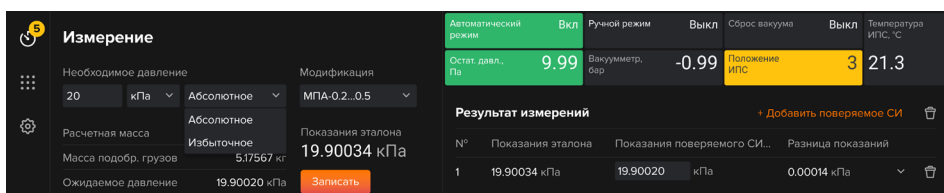

Рис. 8 — Окно выбора вида измеряемого давления
**Внимание.** Если срез штуцера поверяемого (калибруемого) прибора находится на высоте, отличной от среза поршня ИПС, то необходимо ввести поправку. Дополнительная подсказка по этому вопросу реализована в самой программе под знаком «?» (см. Рис. 8 №4)
9.1 По навигационному меню переходим в раздел «Измерение» (см. Рис. 8 №5) и начинаем подготовку к работе.
9.2 Вид измеряемого давления выбирается пользователем непосредственно перед измерениями на главном экране (см. Рис. 8).